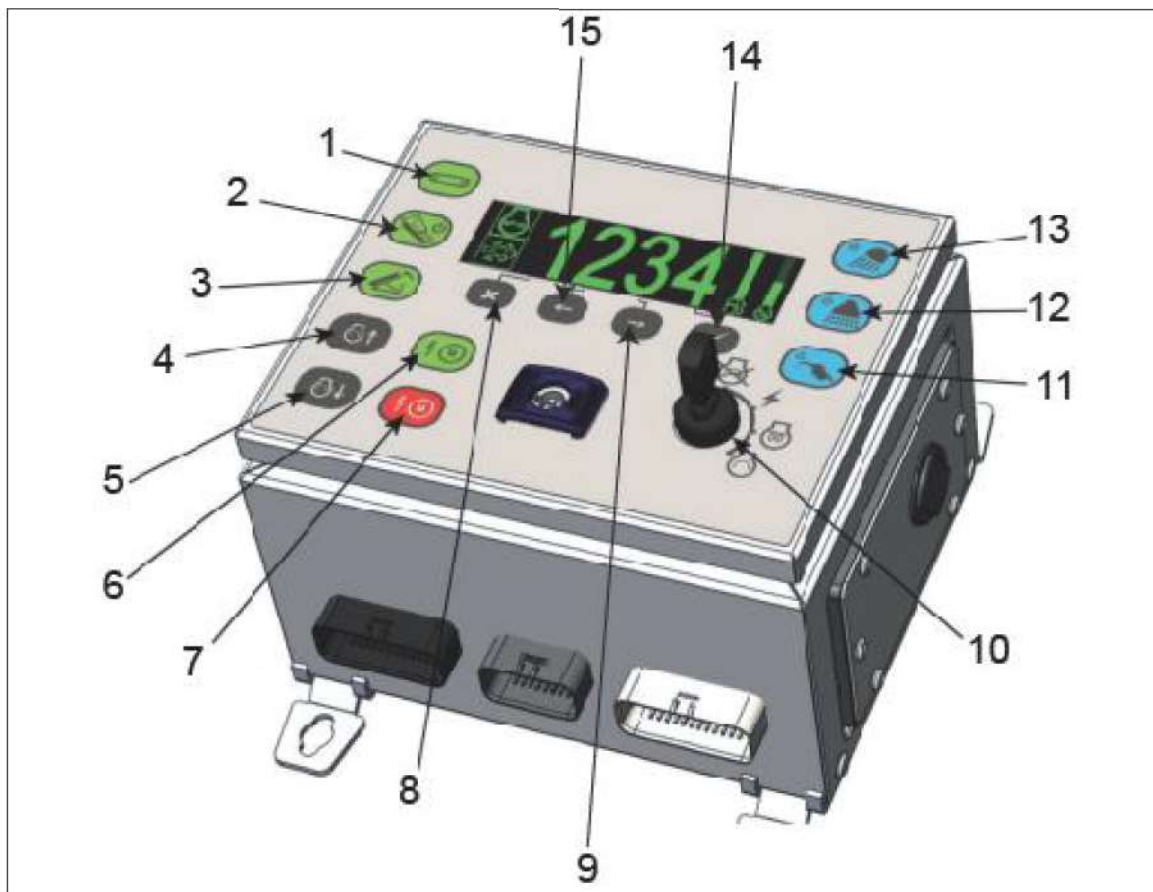

Figure 4.1 - Bedieningspaneel
(3) Paneeldisplaymenu
Met de menuknoppen links en rechts (items 8 in afb. 4.1) kunt u de beschikbare menu-opties op het lcd-scherm doorlopen. Zodra het gewenste menupictogram gemarkeerd is in de groene balk, drukt u op het vinkje om het te selecteren en de details van het geselecteerde item weer te geven, zie tabel 4.1.